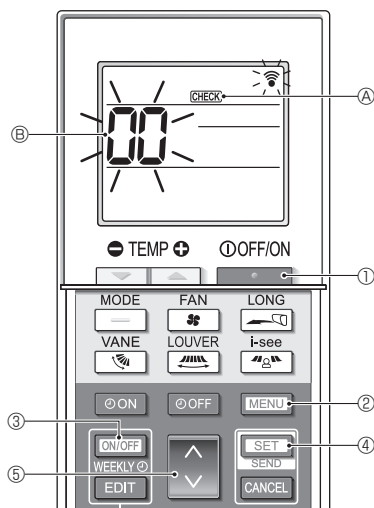

Fig. 7-6
■ Самодиагностика (Fig. 7-6)
- Нажмите кнопку [ON/OFF WEEKLY] ①, чтобы остановить работу кондиционера воздуха.
- Если недельный таймер активирован (есть надпись **WEEKLY**), нажмите кнопку [ON/OFF WEEKLY] ③ для отключения таймера (нет надписи **WEEKLY**).
- Нажмите и удерживайте в течение 5 секунд кнопку [MENU] ②.
- Появляется надпись **CHECK** ④, и блок переходит в режим самодиагностики.
- Нажмите кнопку [] ⑤, чтобы выбрать адрес хладагента (адрес M-NET) ⑥ внутреннего блока, для которого вы хотите выполнить самодиагностику.
- Нажмите кнопку [SET] ④.
- Нажмите кнопку [ON/OFF WEEKLY] ①.
- Надпись **CHECK** ④ и адрес хладагента (адрес M-NET) ⑥ исчезают; самодиагностика завершена.